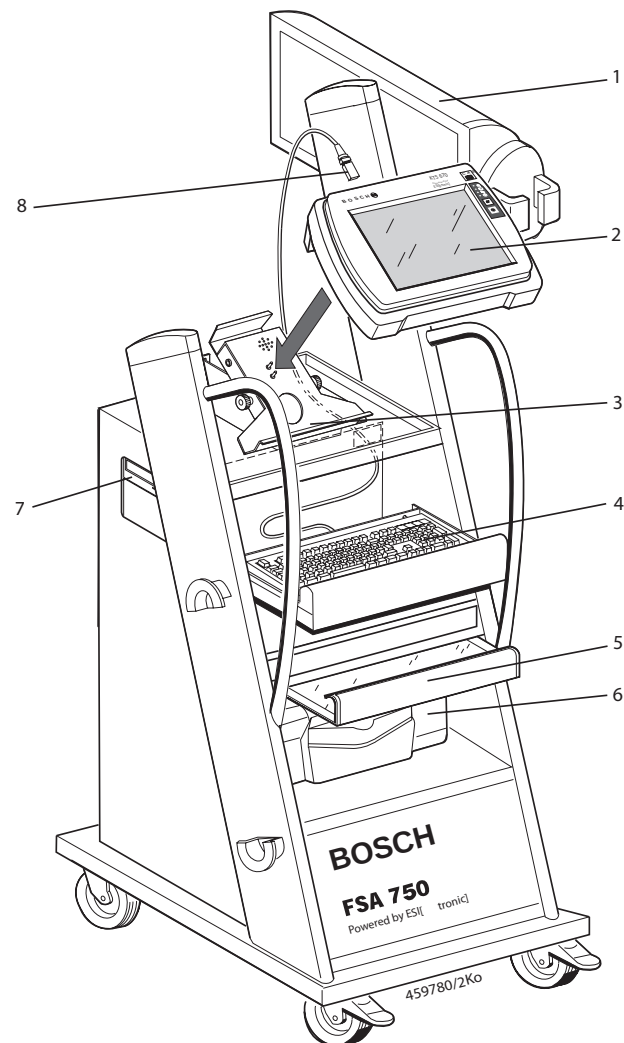

Fig. 1: Vue de l'avant FSA 750
3. Placer le KTS 670 droit sur le chargeur (Fig. 1 ; pos. 2, 3).
4. Brancher le câble de raccordement USB sur le KTS 670 (Fig. 1 ; pos. 7).
5. Placer l'imprimante dans le chariot (Fig. 1 ; pos. 5).